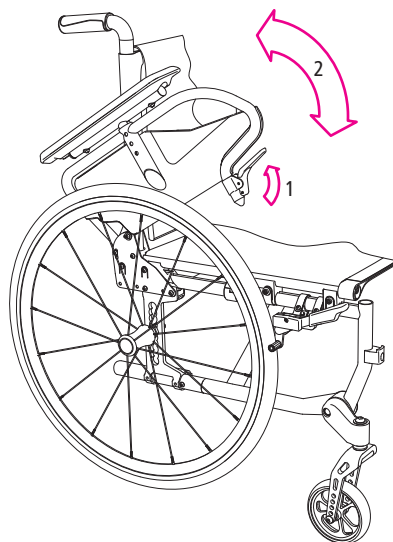

Abb.27
1. Ziehen Sie dazu den Verriegelungshebel leicht nach oben (1, Abb. 27).
2. Die Arretierung des Seitenteils ist nun gelöst und Sie können das komplette Seitenteil nach hinten/oben abschwenken (2, Abb. 27).